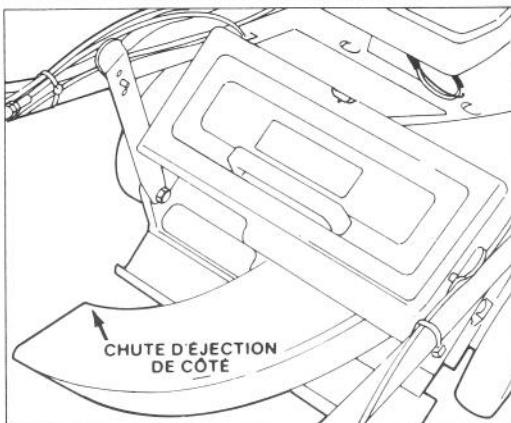

Figure 25
1. Ejecteur lateral (Modele n° 59112) — S'installe en quelques secondes, à l'arrière de la tondeuse, à la place du sac à herbe. Disperse l'herbe coupée tout en taillant sur les deux côtés (figure 25).